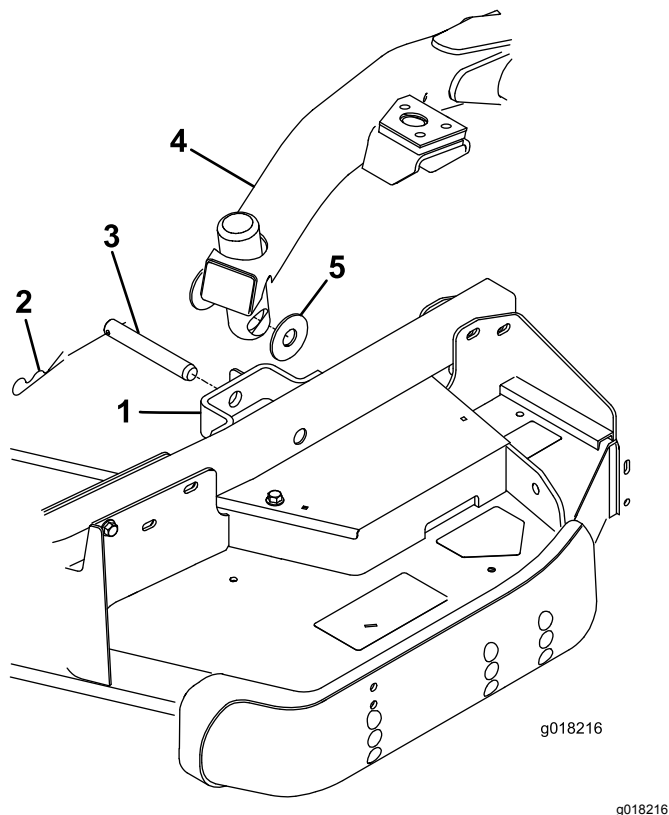

Figura 27
- Pressione o interruptor de elevação para a frente para a posição FLUTUAÇÃO. Empurre um braço de elevação para baixo até que os furos no braço fiquem alinhados com os furos do suporte do braço da roda giratória e possa inserir a haste de altura de corte nas pastilhas do braço de elevação (Figura 27).
- Prenda o braço de elevação no braço da roda giratória com duas anilhas de encosto, um passador de forquilha e um perno de gancho, posicione as anilhas de encosto entre o braço de elevação e o suporte do braço de elevação (Figura 27) e insira a extremidade do perno de gancho na ranhura da patilha do braço da roda giratória para fixar o perno de gancho.